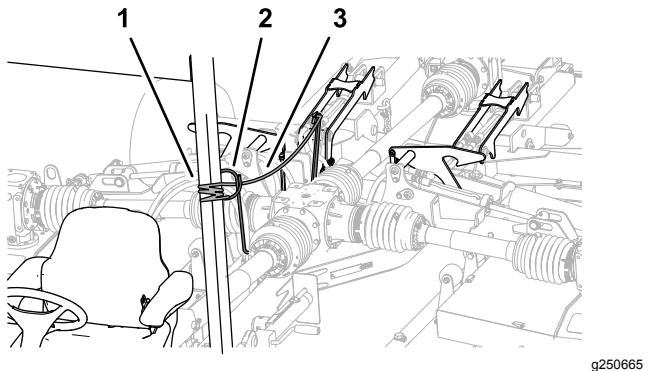

Bild 34
1. Verlegen Sie das Sicherungsseil des Mähwerks entlang der Schlauchführung zum Fahrersitz (Bild 34).
2. Befestigen Sie das Sicherungsseil an einem festen Punkt am Fahrwerk des Zugfahrzeugs, wie z. B. an einem Rohr des Überrollschutzes (Bild 34).